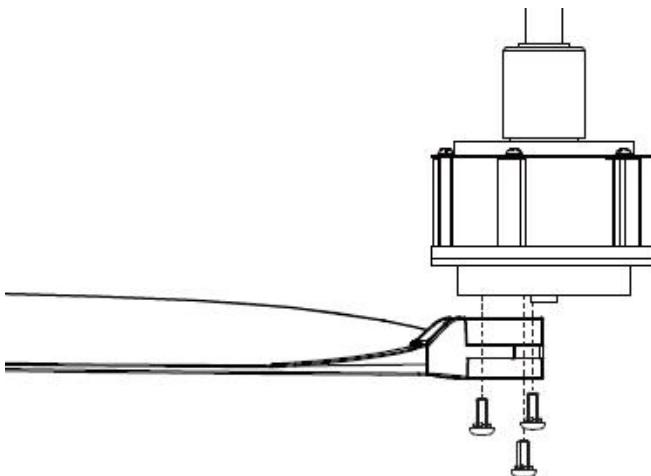

Fig. 7
- Fije un aspa al motor con los 3 tornillos para las aspas. Fig.7